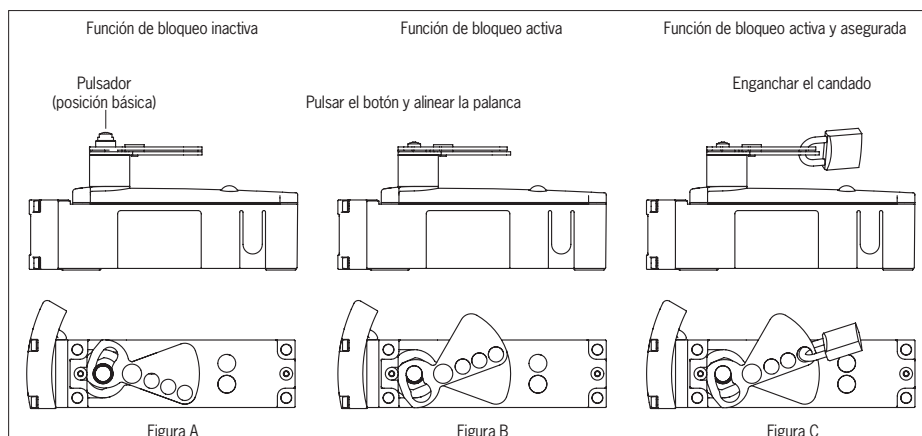

Fig. 7: Uso de la pieza de bloqueo
- Pulse el botón, coloque la pieza de bloqueo en la posición de bloqueo (Fig. 7, A y B) y asegúrela con un candado (Fig. 7, C).
- Coloque la pieza de bloqueo en su posición original (Fig. 7, A).